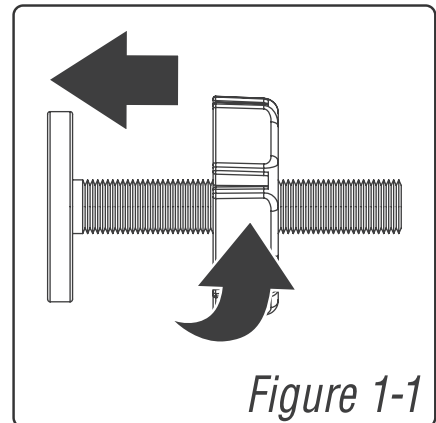

Figure 1-1
Localisez-les (4) tiges filetées (B). Faites tourner les roues de réglage le long du filetage, en éliminant l'espace entre la roue de réglage et le pied en caoutchouc (Figure 1-1).